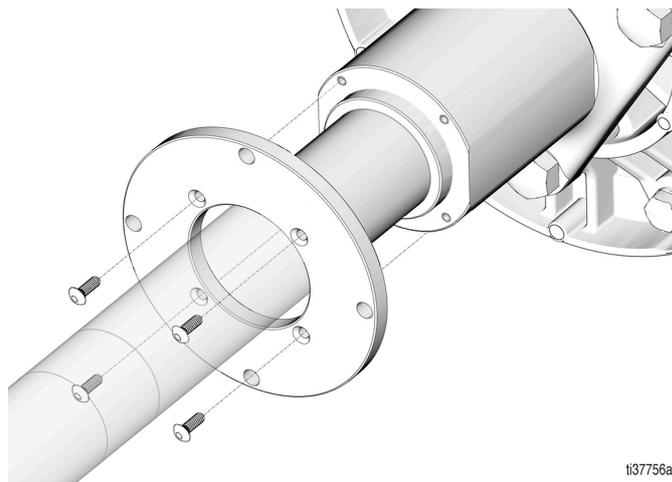

图 35
25. 更换安装板 (图 35)。
26. 更换固定安装板 (7) 的四个螺丝 (扭矩 60 - 70 in-lb/6.8 - 7.9 N•m) (图 35)。